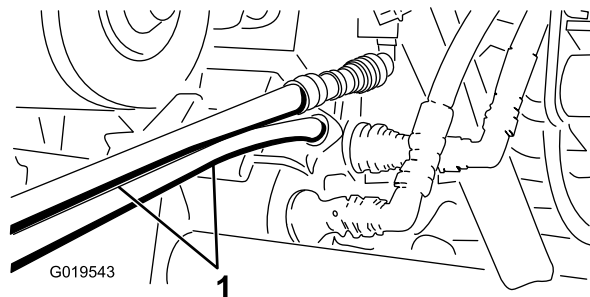

Figura 73
- Na outra máquina, ligue as duas mangueiras ao acoplador que ainda se encontra no suporte de acoplamento (ligue a mangueira superior ao acoplador superior e a mangueira inferior ao acoplador inferior) (Figura 73).